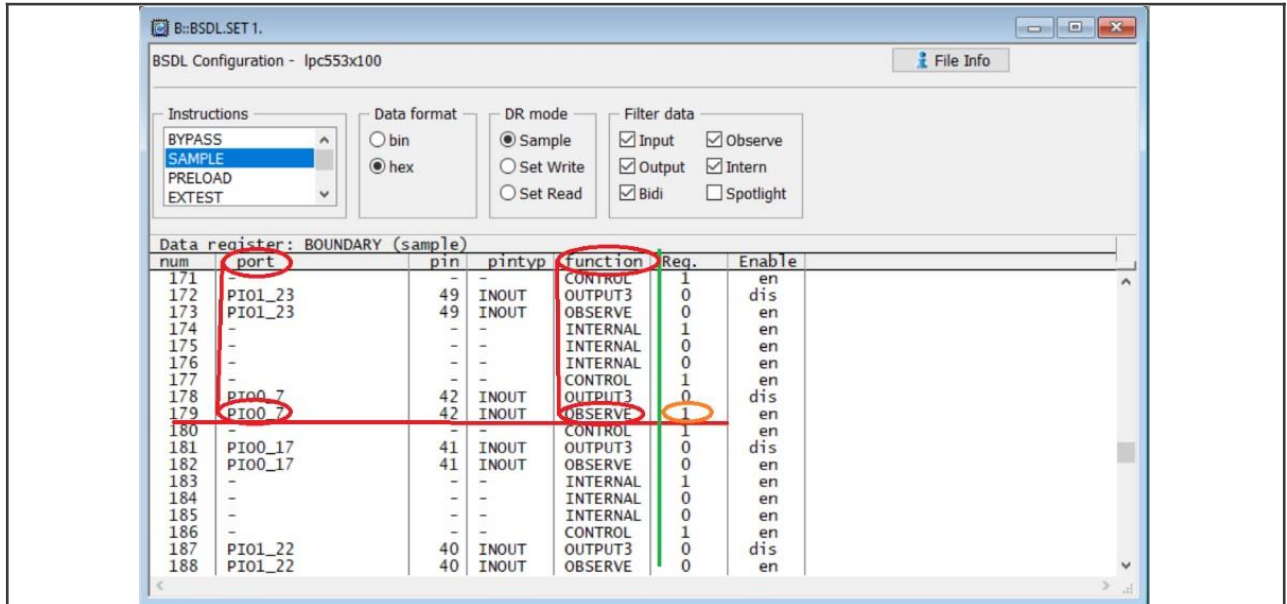

图26. 在P0\_7端口上采样高电平
- 给该引脚施加高电平。使用BSDL.RUN命令运行SAMPLE测试。搜索端口为PIO0\_7、功能为OBSERVE的行。读取Reg.列中的寄存器值，值为1，如图26所示。